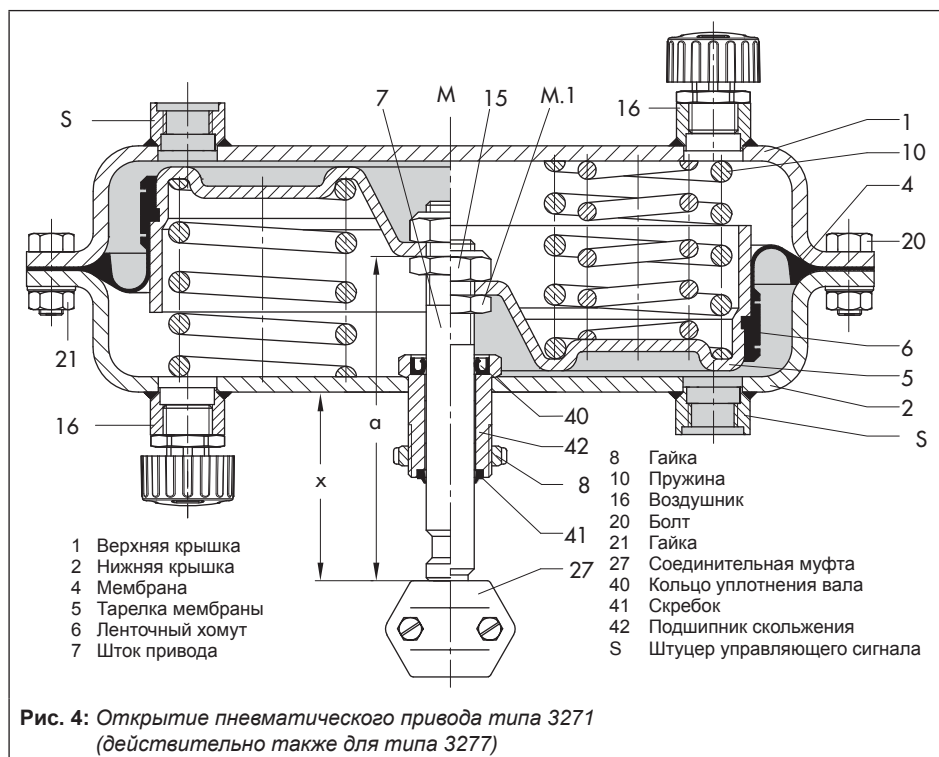

Рис. 4: Открытие пневматического привода типа 3271 (действительно также для типа 3277)
→ см. Рис. 4, с. 12
2. Снять верхнюю крышку (1) и извлечь пружины (10).
3. Извлечь шток привода (7) с тарелкой мембраны (5) и мембраной (4) из нижней крышки (2).
4. Отвинтить гайку (М), придерживая гайку (М.1). Не отсоединять гайку (М.1) от штока привода. В случае ее отсоединения настроить расстояние А от верхнего края гайки до конца штока привода согласно Рис. 4 и следующей таблице: